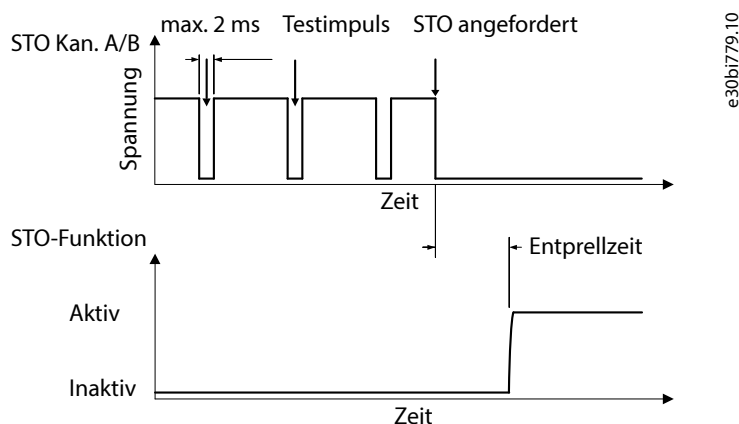
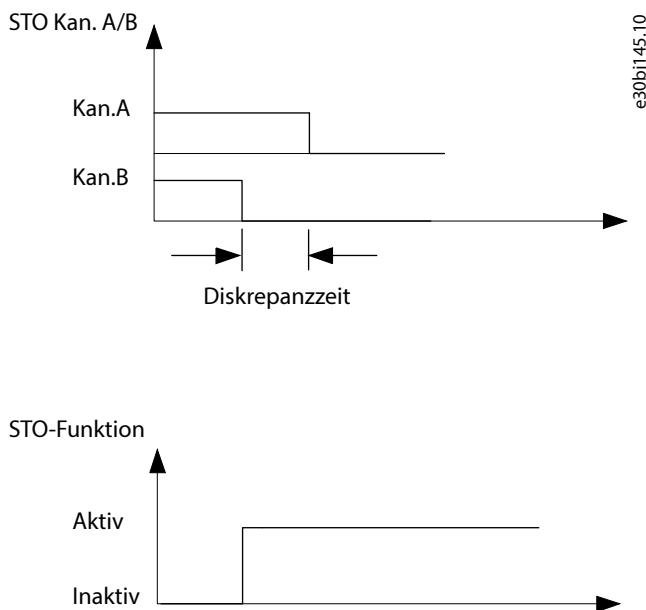

Abbildung 1: Testimpulsfilterung
Abbildung 2: Diskrepanzzeit
- **Galvanische Trennung der Klemmen:** Die E/A-Klemmenblöcke für funktionale Sicherheit auf der Steuerkarte (X31, X32) verfügen über separate, galvanisch getrennte Eingänge, um es beispielsweise zu ermöglichen, die Polaritäten der STO-Eingangsklemmen zu vertauschen, wie in Abbildung 1 und Abbildung 2 dargestellt.